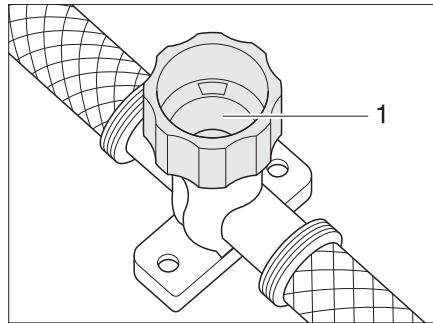

Bild 123 Ablasshahn für Therme
- Ablasshahn schließen. Dazu Kappe (Bild 123,1) im Uhrzeigersinn drehen.
- Ablasshahn der Therme öffnen. Dazu Kappe (Bild 123,1) entgegen dem Uhrzeigersinn drehen.